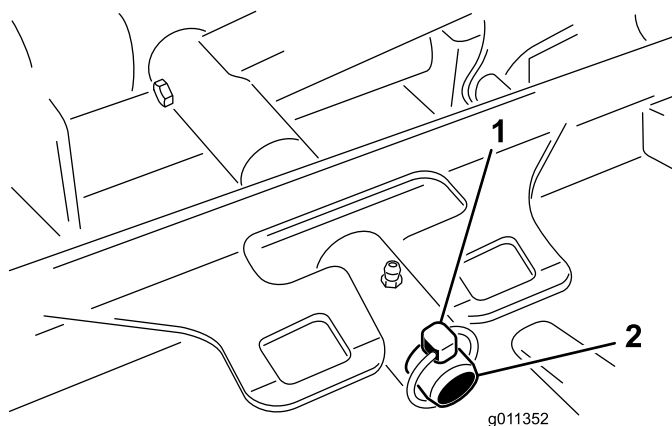

Figure 65
3. Retirez la goupille à anneau qui fixe le bâti porteur du plateau à l'axe de pivot du bras de relevage (Figure 65).
3. Faites glisser le bâti porteur du plateau de coupe sur l'axe de pivot du bras de relevage. Fixez-le avec le goupille à anneau (Figure 65).